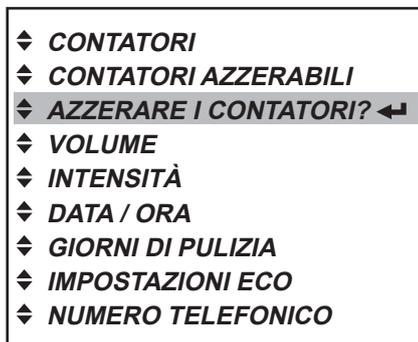

Fig. 34
- Attivare nel modo utente il menu «AZZERARE I CONTATORI?» e premere quindi il tasto INVIO **↵**, per richiamarlo (fig. 34).